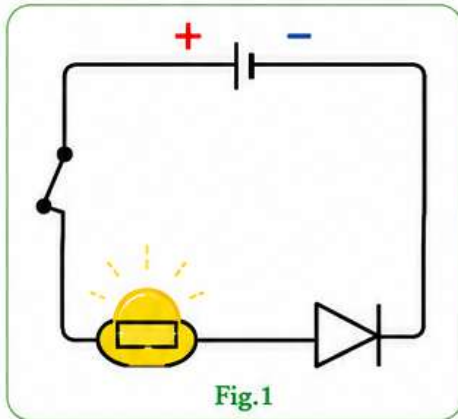

Fig.1
- ➡ Dans la fig.1, la lampe s'allume. La diode laisse donc passer le courant. On dit qu'elle est branchée dans **le sens passant** qui correspond au sens de la flèche de son symbole.